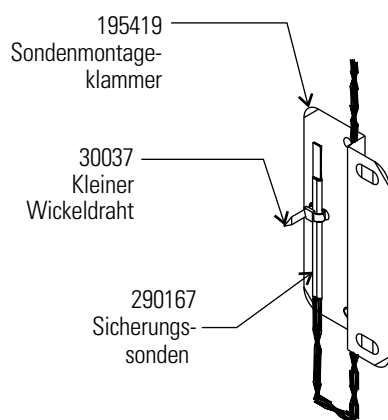

Abb. 5-3. Sonde
2. Wie auf Abb. 5-3 zu sehen ist, die kleine Halterwicklung durch die Öffnungen vorn an der Klammer ziehen. Die Sonde an der Rückseite der Klammer mit einem Wickeldraht befestigen.